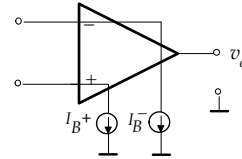

Fig. 4. Modelación de I_B .
Las entradas del AO ideal no requieren corriente, sin embargo, en el caso real ingresa una corriente de polarización en cada terminal de entrada. Esta corriente I_B (la letra B corresponde a la abreviación *Bias*) es la corriente de base del transistor de entrada, que se define como la semi-suma de las corrientes de entradas individuales de un AO balanceado de acuerdo a la ecuación (3). La corriente de polarización de entrada se puede modelar como dos fuentes de corrientes como se indica en la Fig. 4.